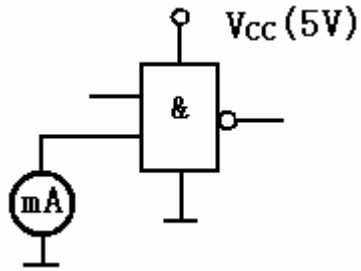

图 1-4 低电平输入电流测试电路图
(2) 低电平输入电流  $I_{IL}$ ，测试电路图如图 1-4 所示。